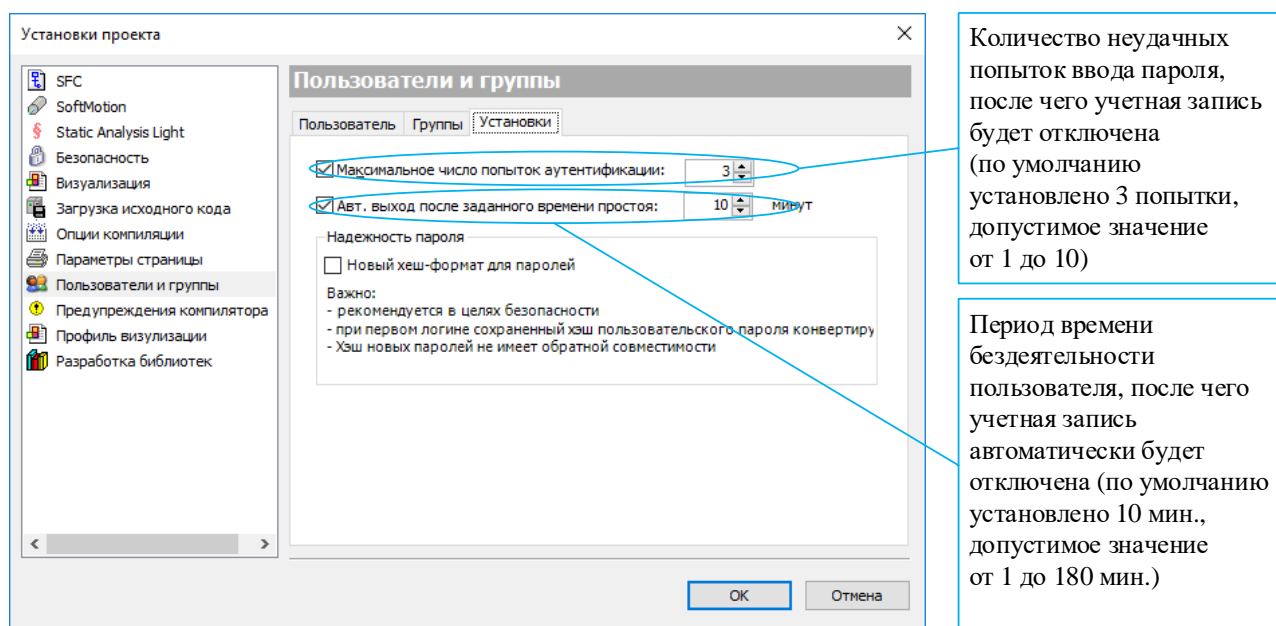

Рисунок 231 – Диалоговое окно для задания опций учетных записей
- в подкатегории **Установки (Settings)** можно задать опции (количество неудачных попыток, период бездействия и «хеширование» пароля), касающиеся учетных записей пользователей (Рисунок 231);